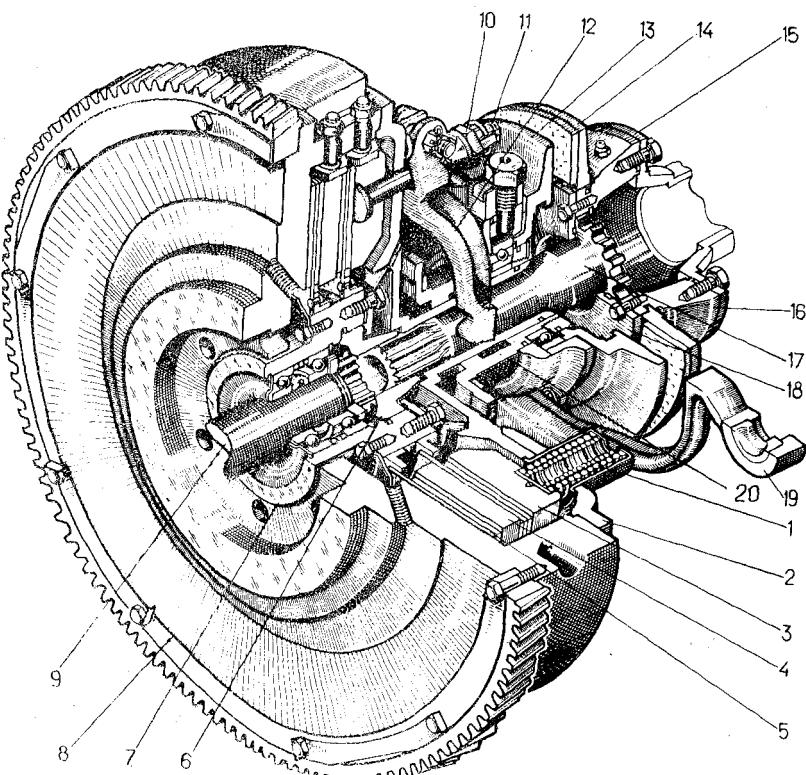

Рис. 27. Муфта сцепления:
**Муфта сцепления** (рис. 27) сухого трения, постоянно замкнутая с двумя ведущими и двумя ведомыми дисками, смонтирована между дизелем и коробкой передач. Ведомые диски врашаются вместе с барабаном на подшипниках закрытого типа, посаженных на цапфе, прикрепленной к коленчатому валу дизеля. Ведущий и нажимной диски врашаются вместе с маховиком.
сервомеханизма от опускания в нерабочее положение и заклинивания. Снять нижнюю половину кожуха муфты сцепления. Отсоединить рычаг включения 19 (см. рис. 27) муфты сцепления от тяги к сервомеханизму, болты крепления муфты к верхнему валу КП и крышки тормозка 14 к муфте. Вместе с муфтой переместить карданный вал 17 до упора в сторону муфты выключения 13. Снять муфту 16, стянуть фланец 2 и нажимной диск 3 через отверстия во фланце тремя болтами M12x35 и отсоединить болты крепления фланца к маховику, при этом придерживая муфту снизу или через люк верхней половины кожуха. Перемещая муфту сцепления к коробке передач, вынуть ее вниз. Монтаж муфты производить в обратной последовательности.